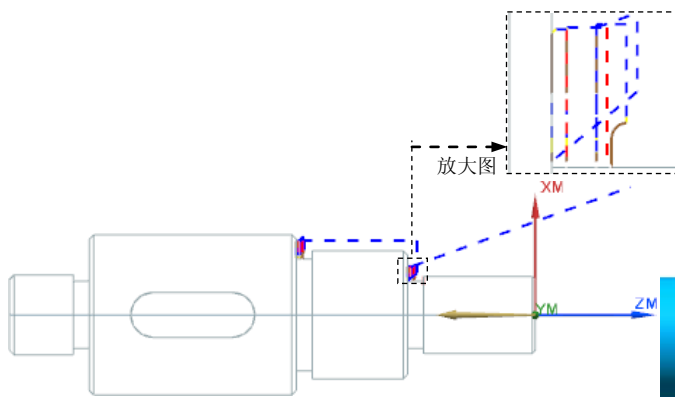

图 9.26 刀路轨迹
Step1. 单击“在外径开槽”对话框中的“生成”按钮,生成刀路轨迹如图 9.26 所示。